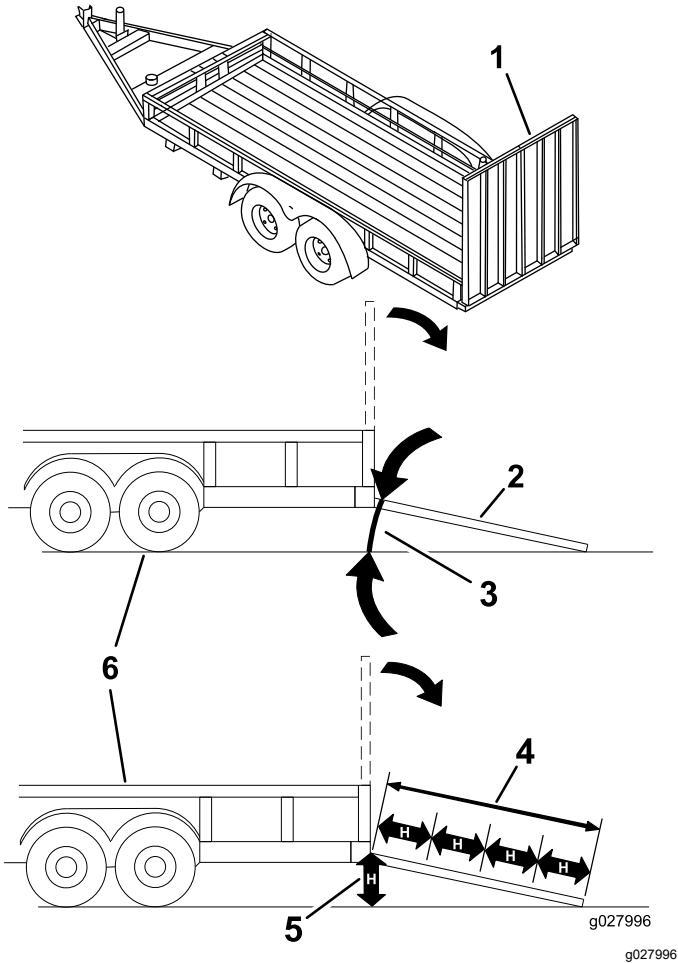

Figura 32
**El cargar la máquina en un remolque o un camión aumenta la posibilidad de un vuelco y podría causar lesiones graves o la muerte (Figura 32).**
3. Baje la rampa, asegurándose de que el ángulo entre la rampa y el suelo no supera los 15 grados (Figura 32).
1. Baje la rampa, asegurándose de que el ángulo entre la rampa y el suelo no supera los 15 grados (Figura 32).